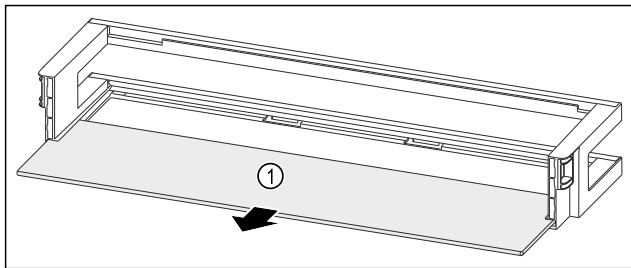

Fig. 96 Raft montat pe ușă cu raft
- ▶ Extrageți raftul Fig. 96 (1).